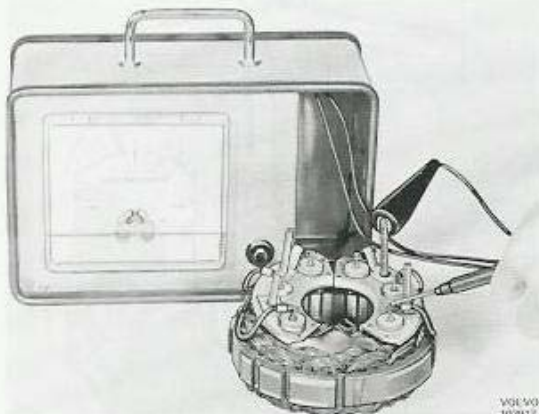
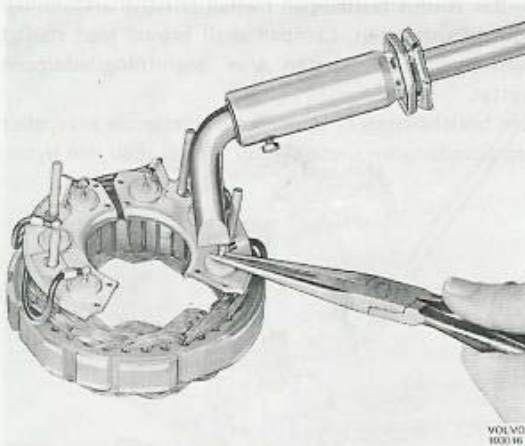

Bild 3-34. Kontroll av dioder
Bild 3-39. Losstagning eller fastsättning av diodledning
Kontrollera dioderna med diodprovare, bild 3-34. Om någon av likriktardioderna är felaktig måste hela diodhållaren (med tre dioder) bytas. Samma gäller för magnetiseringsdioderna (sen utf.). Felaktiga skyddsdiöder (tid.utf.) byts komplett med hållare. Finns ej tillgång till diodprovare får dioderna lödas loss (se bild 3-39) och provas med ohmmeter. Dioderna skall ha hög resistans i spärriktningen och låg resistans i ledriktningen.
3. Löd fast dioderna, bild 3-39.